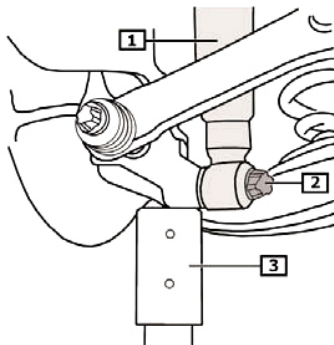
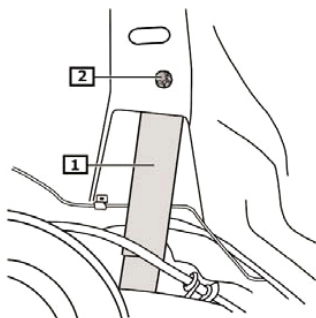

Fig. 6:
Fig. 7:
- **Fig. 6** Hinterachse mit Wagenheber (3) vorsichtig abstützen; dabei Acht geben, dass das Fahrzeug nicht von den Aufnahmepunkten der Hebebühne gedrückt wird!
- Untere Stoßdämpferbefestigung (2) entfernen.
- **Fig. 7** Obere Stoßdämpferbefestigung entfernen (2).
- Stoßdämpfer (1) entnehmen,
- **Fig. 6** Carefully support rear axle with jack (3), while making sure that the vehicle is not pushed off the lift platform mounts!
- Remove lower shock absorber attachment (2).
- **Fig. 7** Remove upper shock absorber attachment (2).
- Remove shock absorber (1).
- **Fig. 6** Soutenir prudemment le train arrière avec un cric (3) ; à cette occasion, veiller à ce que le véhicule ne soit pas séparé des points de contact du pont élévateur !
- Enlever la fixation inférieure de l'amortisseur (2).
- **Fig. 7** Enlever la fixation supérieure de l'amortisseur (2).
- Enlever l'amortisseur (1),
- **Fig. 6** Apuntalar cuidadosamente el eje trasero con un gato elevador (3); observar que el vehículo no se mueva de los puntos de fijación de la plataforma elevadora!
- Retirar la sujeción inferior del amortiguador (2).
- **Fig. 7** Retirar la sujeción superior del amortiguador (2).
- Extraer el amortiguador (1).